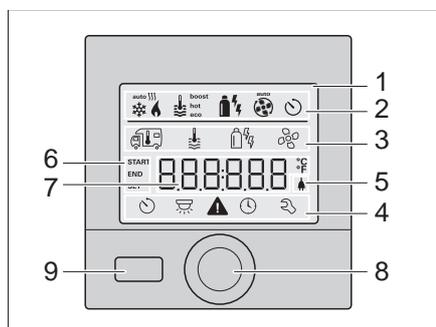

Fig. 172 Pannello di controllo Truma CP plus
- Premere brevemente la manopola/pulsante (Fig. 172,8).
- Premere la manopola/pulsante (Fig. 172,8) per più di 4 secondi.
- Con la manopola/pulsante (Fig. 172,8) selezionare il simbolo temperatura ambiente e premendo brevemente cambiare livello di impostazione.
- Confermare la selezione premendo la manopola/pulsante (Fig. 172,8).
- Con la manopola/pulsante (Fig. 172,8) selezionare la temperatura ambiente desiderata.
- Premere brevemente la manopola/pulsante (Fig. 172,8) per confermare il valore.
- Con la manopola/pulsante (Fig. 172,8) selezionare il simbolo livello dell'acqua calda e premendo brevemente cambiare livello di impostazione.
- Con la manopola/pulsante (Fig. 172,8) selezionare il livello desiderato.
- Con la manopola/pulsante (Fig. 172,8) selezionare il simbolo energia e premendo brevemente cambiare livello di impostazione.
- Con la manopola/pulsante (Fig. 172,8) selezionare il tipo di energia desiderato.